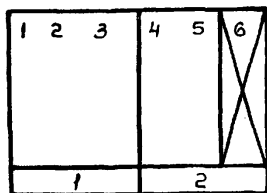

Рис. 2
1. Для 2-х-6-ти секций градирен использовать фасад панели 1 и 2; приборы неустановленных двигателей вычеркнуть. Например: для 5-ти секционной градирни привязку выполнить как показано на рис. 2.